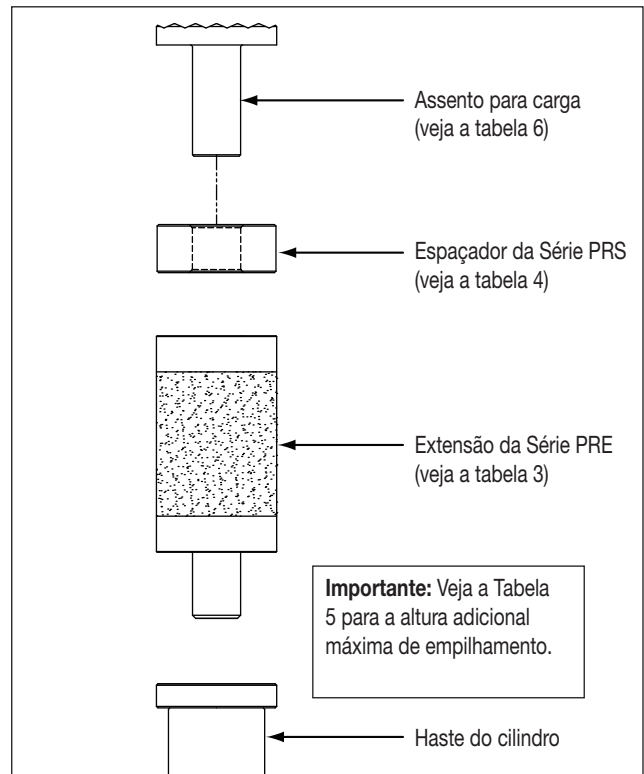

Figura 4, instalação da extensão e do espaçador (típico)
5.4 Instruções para empilhamento - extensões e espaçadores (veja a figura 4)